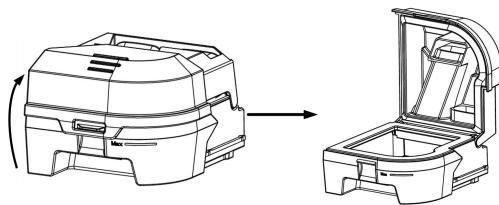
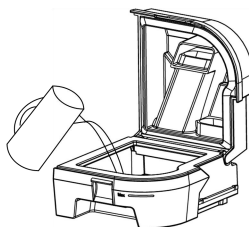

图 4-2
图 4-3
(2) **注水。**首先打开水罐的盖子，如图 4-2 所示；然后往罐内注水，加水量约为 360 mL，不要超过最高水位线（见图 4-3）。